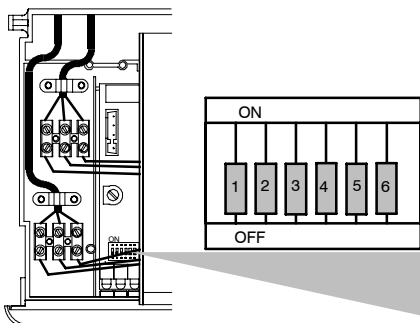

fig. 9.21
- 4 Una volta completata la memorizzazione togliere alimentazione elettrica alla caldaia e riportare i DIP switch in posizione OFF (fig. 9.21)